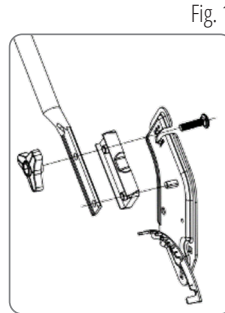

Fig. 1
1. Îndepărtați ghidonul inferior. Introduceți placa izolatoare în fantele din stânga și dreapta ale ghidonului. Aliniați toate piesele și fixați-le cu două șuruburi M8×35, asigurându-le cu butoanele de blocare triunghiulare (Fig. 1). (Notă: pentru modelul cu împingere manuală, înlocuiți șuruburile M8×35 cu șuruburi M8×26. Nu utilizați placa izolatoare).